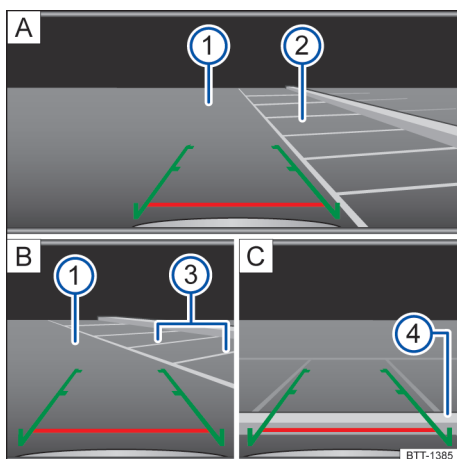

Fig. 100 Exibição do display do rádio ou do sistema de navegação: entrar na vaga de estacionamento com a câmera de marcha a ré (representação esquemática).
Legenda para exibição do display → Fig. 100:
2.	Posicionar o veículo na frente da vaga de estacionamento → Fig. 100 [A] ②.
4.	Conduzir para trás devagar e manobrar de modo que as guias verdes laterais conduzam entre as linhas de delimitação da vaga de estacionamento selecionada → Fig. 100 [A] ②. Observar a seguinte mensagem: Controlar a trajetória do veículo! → ⚠ em Introdução ao tema na página 118 !
5.	Alinhar o veículo na vaga de estacionamento selecionada de modo que as guias verdes laterais fiquem em cima das linhas de limitação lateral → Fig. 100 [B] ③.
6.	Parar o veículo o mais tardar ao atingir a guia vermelha horizontal de limitação traseira, por exemplo, meio-fio → Fig. 100 [C] ④.